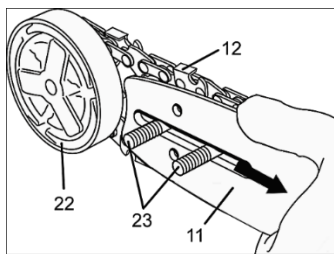

Рисунок 3
- Встановіть напрямну шину (11, рисунок 3) на напрямні гвинти (23) під кришкою зчеплення, якомога ближче до ведучої зірочки, яка розташована під диском зчеплення (22).
- Одягніть ланцюг на ведучу зірочку та вставте хвостовики ланок ланцюга (12, рисунок 3) в паз верхньої частини напрямної шини, переконавшись, що різальні кромки ланок дивляться вперед.
- Потягніть напрямну шину вперед, натягнувши таким чином ланцюг (дивіться рисунок 3).